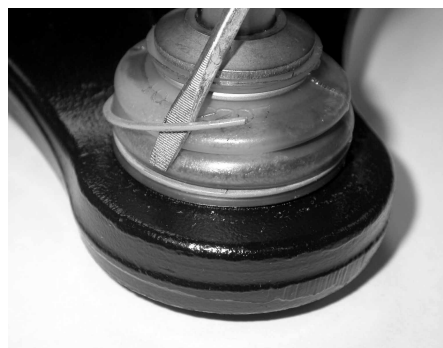

FIGURE 2
10. Démontez l'anneau de retenue à deux tours de la base du pare-poussière (VOIR FIGURE 2).